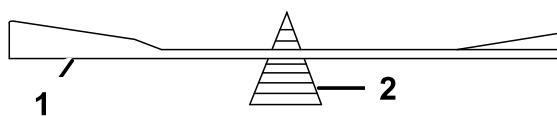

Рисунок 62
2. Проверьте балансировку ножа с помощью балансировочного устройства для ножей (Рисунок 62).